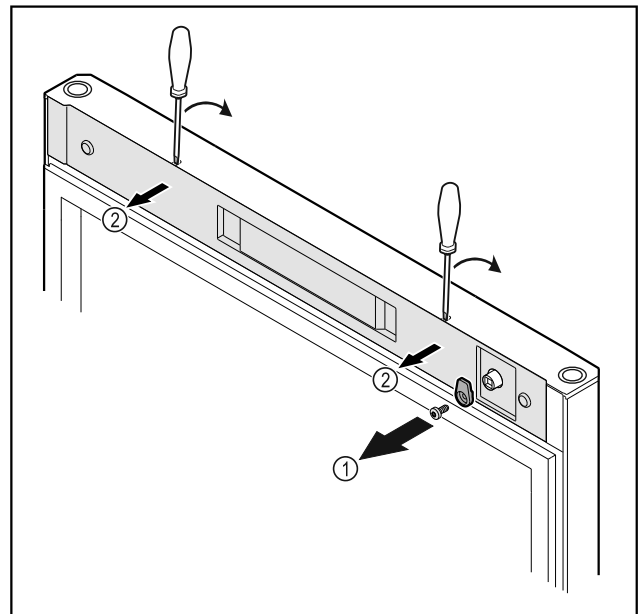

Fig. 11
- Desatornillar el gancho de cierre Fig. 11 (1).
- Desencajar la cubierta Fig. 11 (2) con un destornillador pequeño y retirarla.